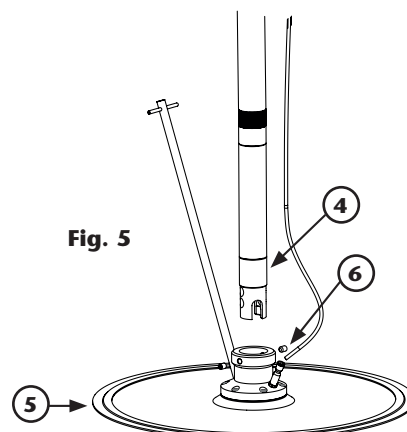

Fig. 5
Si la bomba incluye el plato seguidor (841414) (fig. 5). Fije la bomba (4) al plato (5) mediante los pernos (6).